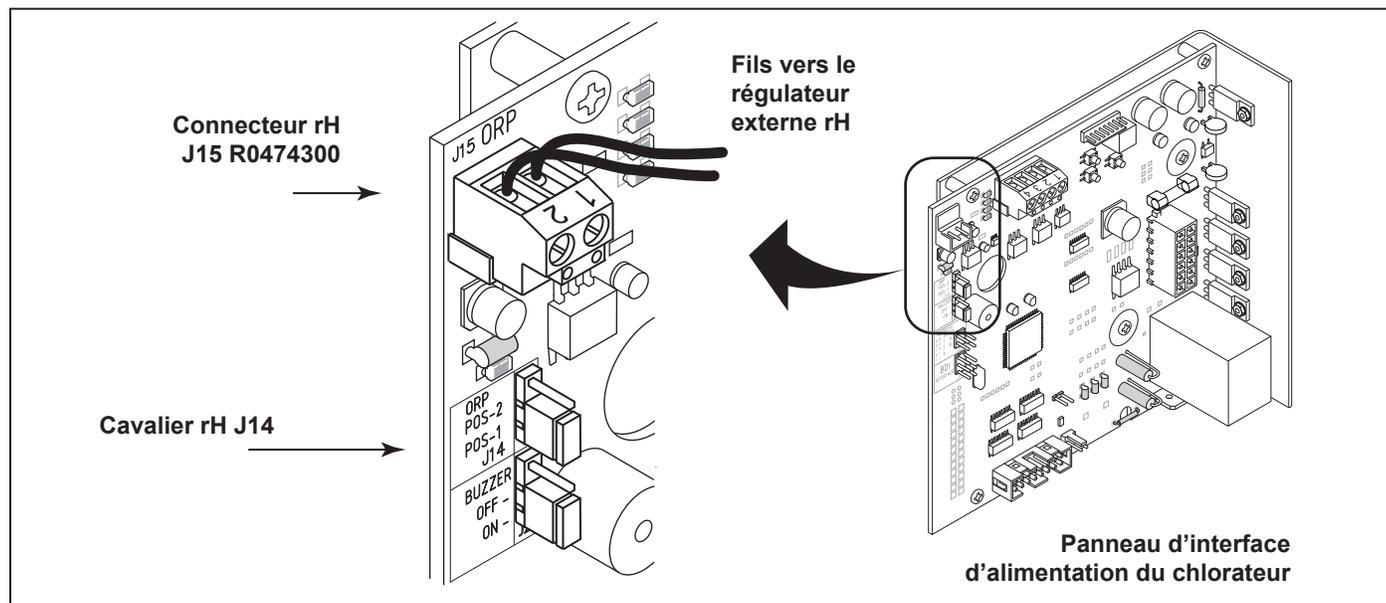

Figure 14. Cavalier mobile ORP/Redox J14
Un dispositif externe tel qu'un régulateur de rH (potentiel d'oxydo-réduction) fournissant 24 volts de courant alternatif peut être utilisé pour commander le fonctionnement du chlorateur. Le panneau d'interface d'alimentation du chlorateur peut être réglé sur place pour fonctionner en deux (2) modes différents. Le mode de fonctionnement dépend de la position du cavalier mobile J14. Voir Figure 14 pour l'emplacement.